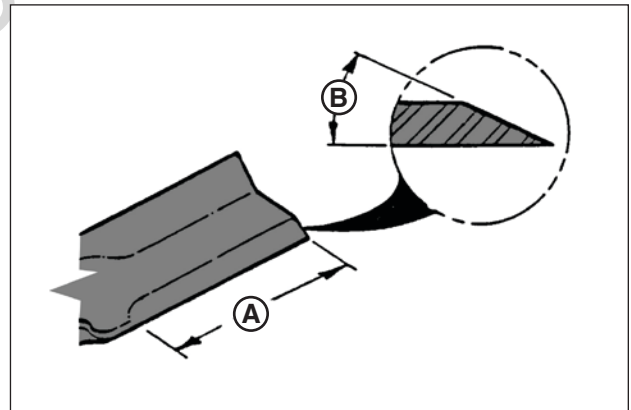

Figure 36: Aiguiser la lame de tondeuse
4. Si la lame est en bon état, l'aiguiser de 22 à 28 degrés (B, Figure 36). NE PAS aiguiser au-delà du bord de coupe existant (A).